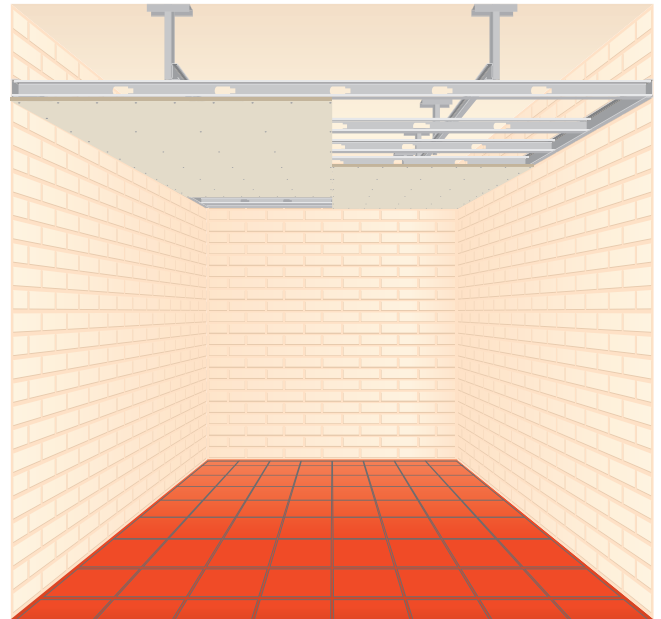

FIG. 4
- 7 Posteriormente se deberán fijar las placas a la estructura principal en forma transversal a los montantes, la siguiente placa se deberá colocar en forma trabada, es decir su inicio deberá coincidir con la mitad de la otra placa. (Fig. 4)